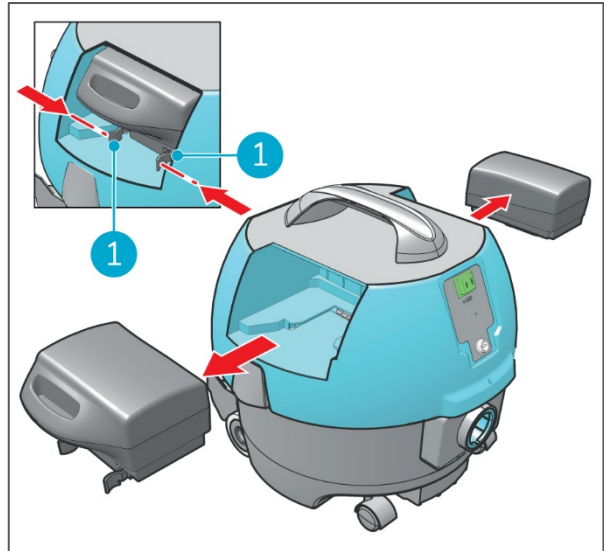

Abbildung 21
1. Drücken Sie die Kunststoffclips des Akkus (Figure 21, Pos. 1) vorsichtig zusammen.